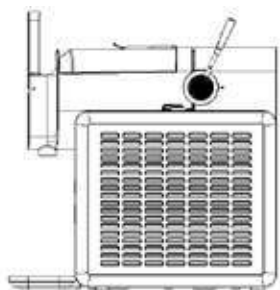

Fig. 3
- Figure 3 : position déverrouillée.